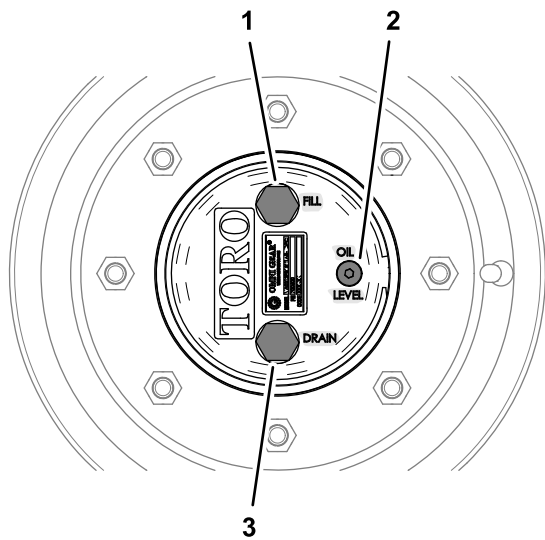

Figure 96
1. Amenez la machine sur une surface plane et horizontale, tournez une roue de sorte que le bouchon de remplissage soit en haut, à la position 12 heures, et le bouchon de vidange soit en bas, à la position 6 heures (Figure 96).
1. Amenez la machine sur une surface plane et horizontale, tournez une roue de sorte que le bouchon de remplissage soit en haut, à la position 12 heures, et le bouchon de vidange soit en bas, à la position 6 heures ; voir Figure 96 sous Contrôle du niveau d'huile du train planétaire \(page 74\).